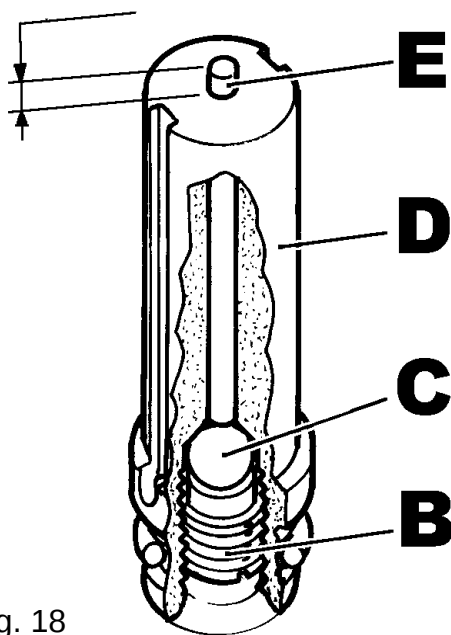

Fig. 18
El grupo **D** de la fig. 17 se ilustra en sus componentes en la fig. 18.
Al volver a montar controlar la redondez de la bola **C**, si está ovalizada cambiarla. Si se ha desmontado o extraído el perno **B**, el montaje de las piezas **B – C – D – E** de la fig. 18, debe efectuarse teniendo en cuenta que:
- el perno **E** medido como se ve en la fig. 18 debe sobresalir 0,38 mm ,